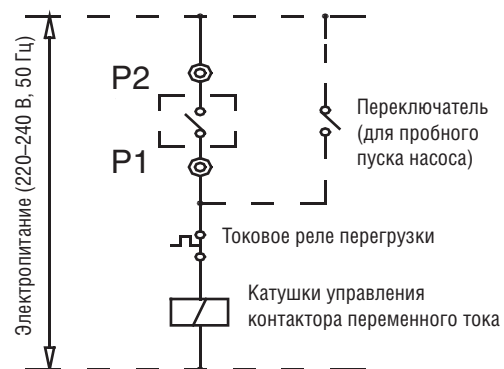

Рис. 5-3
11. Подсоединение проводов цепи управления насоса: провода цепи управления контактора переменного тока насоса должны подсоединяться к клеммам Р1 и Р2 основного модуля (см. рис. 5-3).